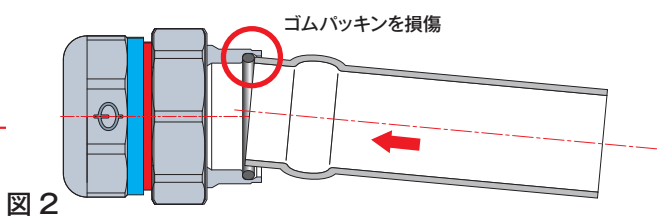

図 2
- ゴムパッキンに管の端部を突き当て、傷つけないように注意してください。漏れの原因となります。（図 2 参照）